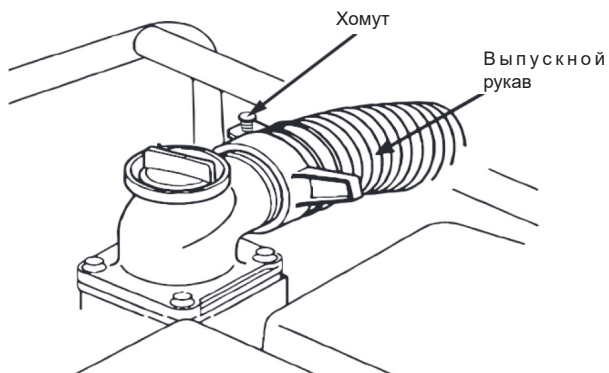

Рис. 6
9. Установите на напорный патрубок прокладку и соединительный патрубок. Подсоедините напорный рукав и закрепите его хомутом, как показано на Рис. 6.